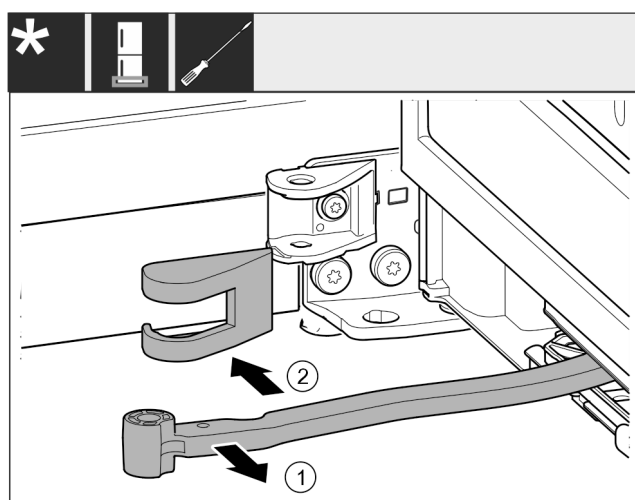

Fig. 20
- ▶ 将铰链 Fig. 20 (1)转向门的方向。
- ▶ 移除托架盖 Fig. 20 (2)。